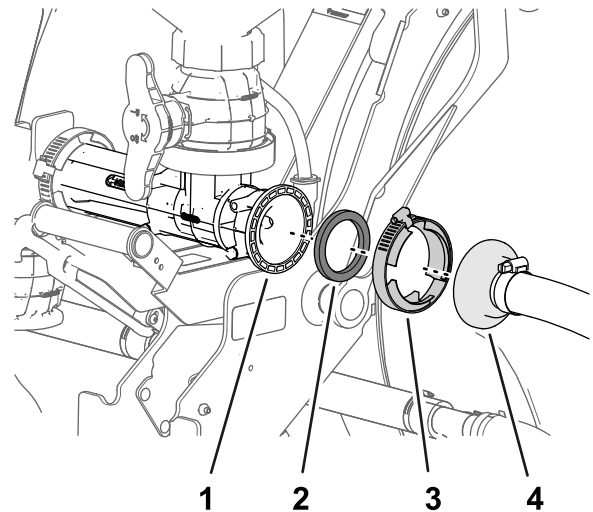

図 32
1. エダクタの給液ホースのバーブ付きストレートフィッティングを、ガスケットおよびフランジクランプと共にフランジに組み付ける 図 32。